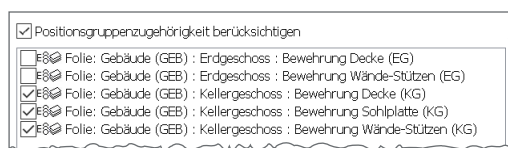

Bild 19. Auswahl mehrerer Positionsgruppen
Für die in Bild 19 ausgewählten Positionsgruppen wird nun die Nummerierung in einer Verlegungssicht angepasst. Zunächst wird die erste Positionsgruppe („Bewehrung Sohlplatte (KG)“) als Umfang ausgewählt und die letzte Positionsnummer ermittelt (Sortierung durch Klick auf die Spalte „PosNr“). Anschließend wird die zweite Positionsgruppe („Bewehrung Wände-Stützen (KG)“) in der Verlegungssicht als Umfang ausgewählt und dann mit der Funktion „Positionsgruppe neu zuordnen“ und Eingabe der nächst freien Startnummer (Nr. 10) neu nummeriert (siehe Absatz „Positionsgruppe neu zuordnen (Aktualisierung)“). Für weitere beteiligte Positionsgruppen wird entsprechend verfahren.
Für den Umfang der Verlegungssicht werden alle beteiligten Positionsgruppen ausgewählt (siehe Bild 19).